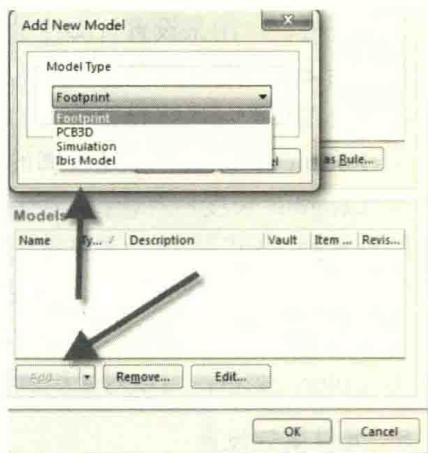

图 3-17 模型设置
(4) 模型: 如图 3-17 所示, 元件需要和 PCB 封装、仿真或者结构相关联, 可以在此处添加相关联的模型结构, 单击“**Add...**”按钮, 可以选择添加 PCB 封装模型、PCB 的 3D 模型等, 同时也可以对已存在的进行移除或者编辑操作。